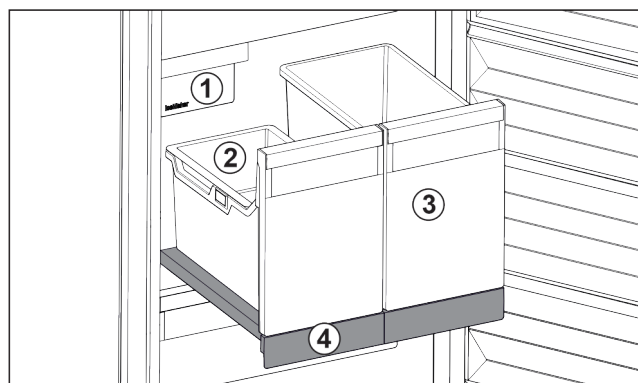

Fig. 116 带 IceTower 的拉出式搁板
- (1) IceMaker
- (2) 冰块挂盘
- (3) 比萨、酒精饮料等的容器
- (4) 拉出式搁板
拉出式搁板上有两个高容器 (IceTower)。来自 IceMaker 的冰块被收集并储存在容器 Fig. 116 (2) 中。容器 Fig. 116 (3) 适合存放较高的食物，例如比萨或酒精饮料。